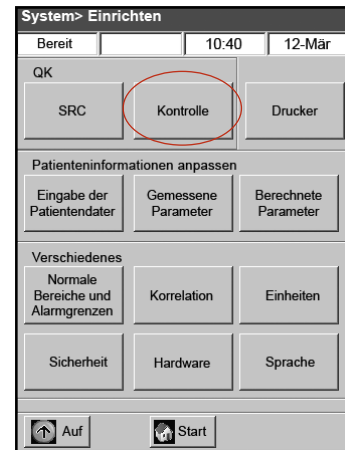

Abbildung B-6: Bildschirm System > Einrichten
- c. Tippen Sie auf **Kontrolle** (Abbildung B-6).